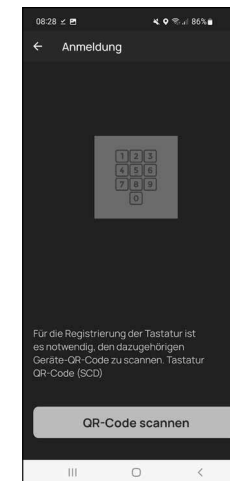

Fig. 7
- 9 Vous êtes invité à scanner le code QR fourni pour le clavier, à l'aide de la caméra du smartphone. Le code QR se trouve sur l'autocollant du code QR joint à l'emballage (Fig. 7).
- 10 Appuyez sur « scanner code QR » (Fig. 7). Il se peut que vous soyez invité à confirmer l'accès de l'application à la caméra.